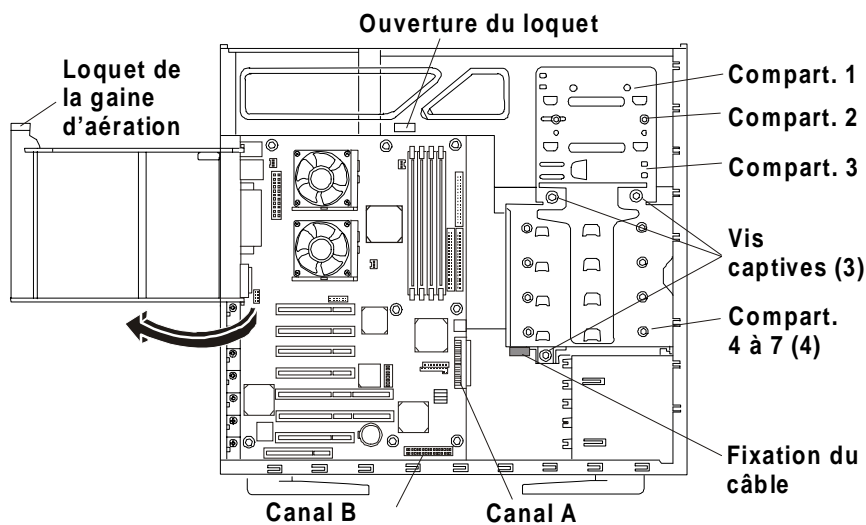

Figure 3-1. Retrait de la gaine d'aération
Le lecteur de disquette et le lecteur de CD-ROM, livrés en standard sur tous les modèles de HP NetServer E 800, occupent respectivement les compartiments 1 et 2. Reportez-vous à la figure 3-1.
5. Sortez la gaine d'aération de son logement et poussez-la. Reportez-vous à la figure 3-1.
Le cas échéant, dégagez le câble SCSI du serre-câbles situé sous la cage d'unités afin de pouvoir sortir celle-ci. Reportez-vous à la figure 3-1.
7. Desserrez les trois vis captives situées sur la cage d'unités de disque dur. Reportez-vous à la figure 3-1.
12. Connectez le câble SCSI à la (aux) unité(s) de disque. Reportez-vous à la figure 3-1.